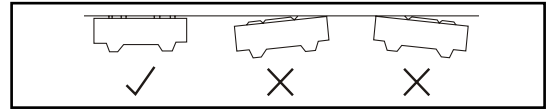

fig.1a
1. Pour permettre une bonne évacuation de la condensation, positionner la plaque qui doit être parfaitement horizontale et entourée d'un espace libre. Respecter l'orientation indiquée sur les fig. 1a.